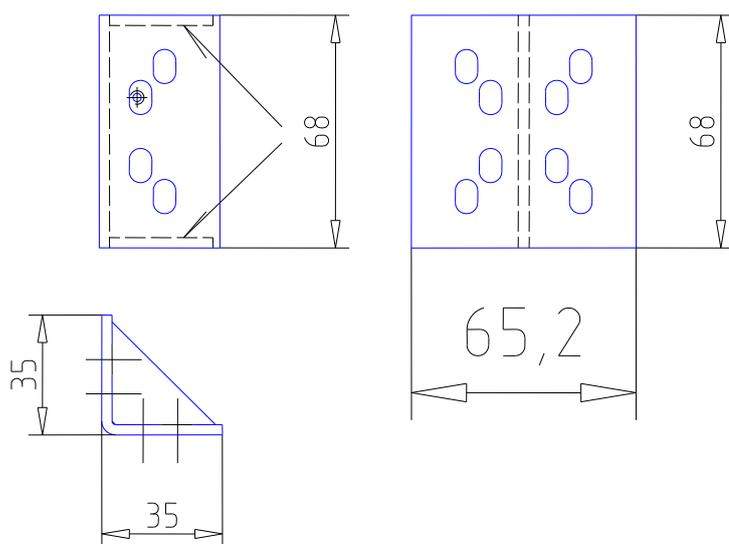

Рисунок 3.7 – Батарейный стеллаж Штиль MBS-01. Опора (переходник для вертикального масштабирования стеллажей)
4.1 Закрепить винтами М6\*16 опоры (рисунок 3.7) на стойках изделия (рисунок 3.3, 3.5).